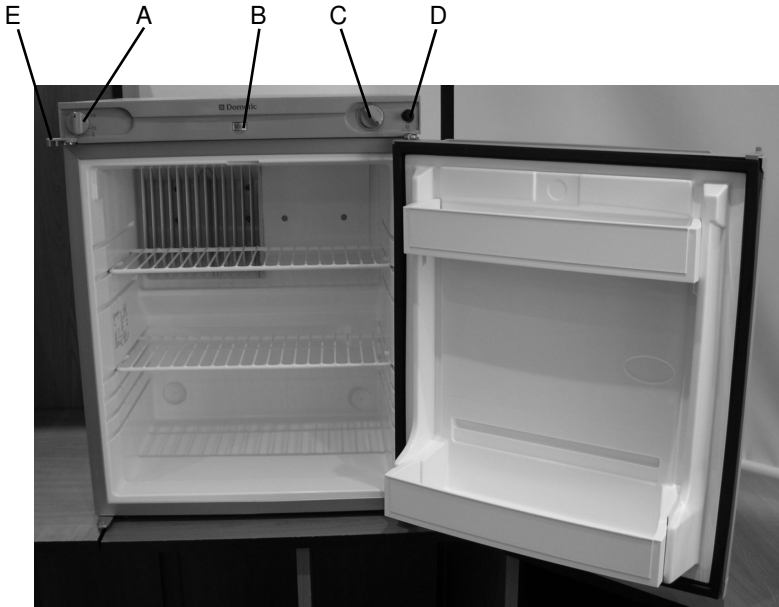

Figura 1
10. Valvola del gas (figura 1)